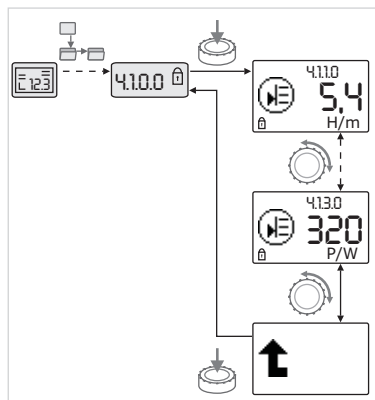

Fig. 39: Accesarea informațiilor
- Prin rotirea butonului de comandă comandați elementele de meniu de tipul „Informație” ale submeniuului actual (vezi Fig. 39). Pentru legenda setărilor reprezentate prin simboluri, vezi tabelul din capitolul 8.7 „Referință Elemente de meniu” la pagina 40.